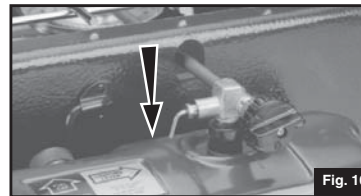

Fig. 16
■ Espere un minuto completo; mueva la PALANCA DE ENCENDIDO hacia abajo. (Fig. 16)